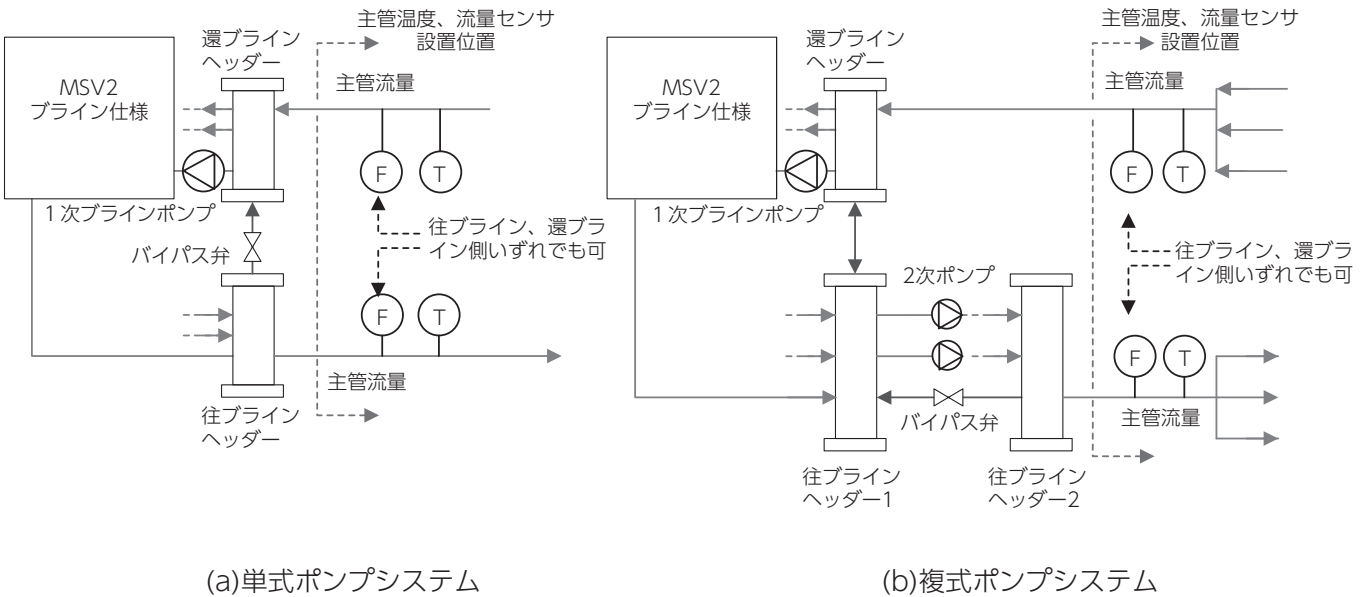

図6-3 主管温度、流量センサ施工事例
(図6-3参照)
2) 複式ポンプシステムのセンサ位置については図6-3(b)を参照願います。